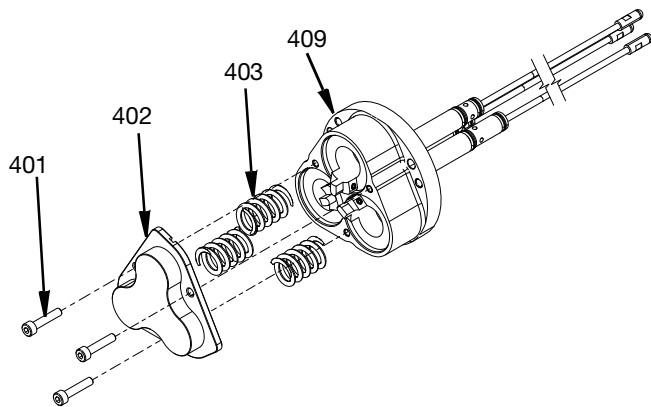

ABB. 33
9. Federn (403) und Zylinderabdeckung (402) einbauen. M4 Innensechskant-Schrauben (401) durch den Zylinderdeckel in das Luftzylindergehäuse (409) einbauen. Tragen Sie auf die Schrauben (401) ein Gleitmittel auf und ziehen Sie die M4 Innensechskant-Schrauben (401) gleichmäßig an, um die Federn zusammenzudrücken, ohne die Baugruppe zu blockieren. M4-Schrauben mit 6,5 N•m (29,2 in-lbs) festziehen. Siehe ABB. 33.